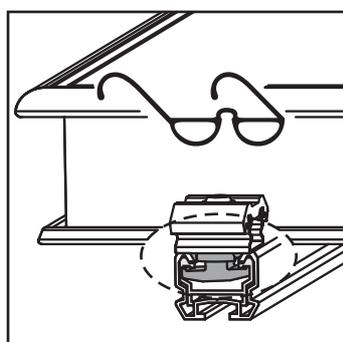

Figura 3-23 Controllare la posizione del profilato di serraggio inferiore
- Controllare la posizione del profilato di serraggio inferiore (Figura 3-23).